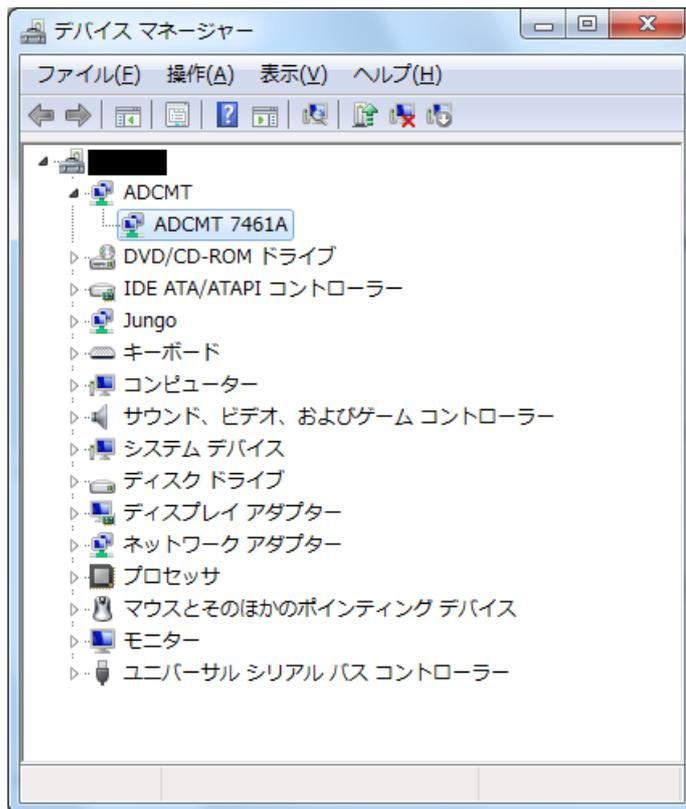
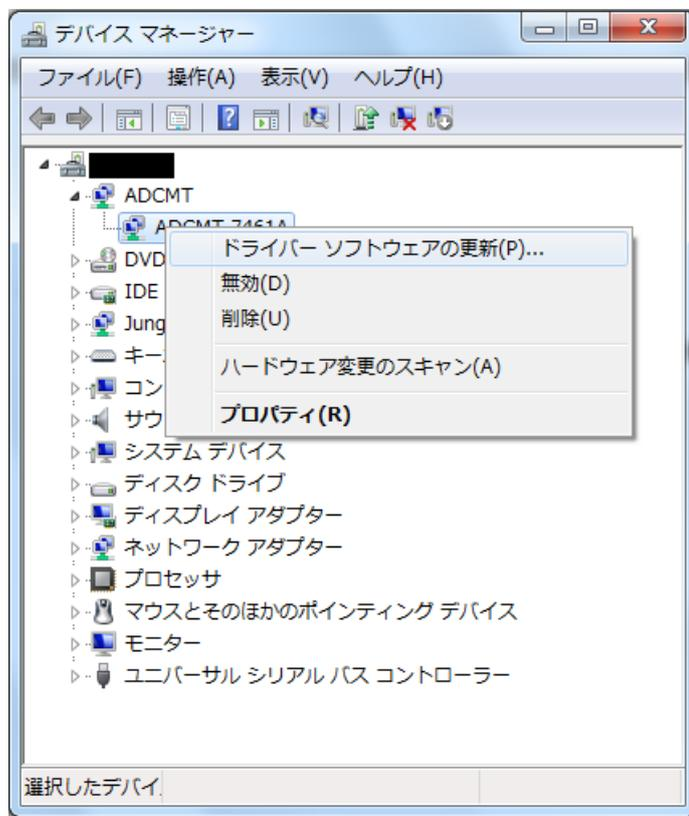

図 2-1
図 2-2
ADC 計測器 USB ドライバを認識している場合にはツリー構造で、ADCMT の下に (図 2-1) 接続した測定器が表示されます。
- ① デバイス・マネージャの画面を表示 (図 2-1) し、変更する測定器を選択して右クリックすると、図 2-2 画面の表示になります。